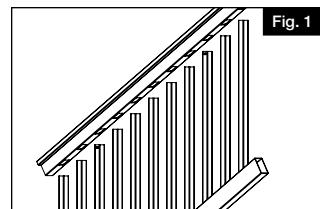

Fig. 1
- a. Ensamble el tramo de barandal de las escaleras encajando los barrotes o pilares en los travesaños (Fig. 1). Las lengüetas de cierre automático en los barrotes o pilares deben estar orientadas hacia el borde exterior de los agujeros ranurados en los travesaños.